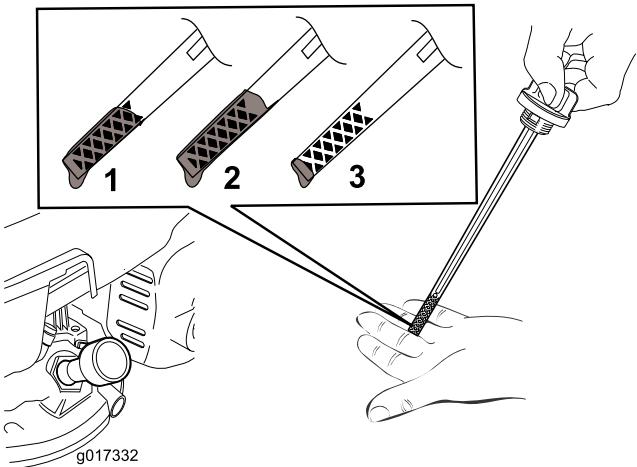

图6
注意：向发动机曲轴箱添加机油，直到量油尺显示机油油位达到图6中所示的正确位置。如果发动机加注机油过多，则需要按照“更换机油”一节的说明，去除多余机油。
2. 拆下量油尺（图6）。